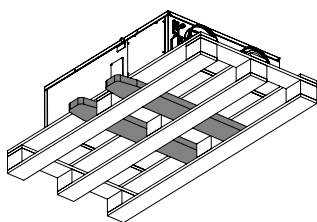

Рис. 3:
- В случае перемещения на вилочном погрузчике изделие должно опираться основанием на вилы погрузчика или на поддон, при этом центр тяжести изделия должен находиться внутри вил (см. рис.3).